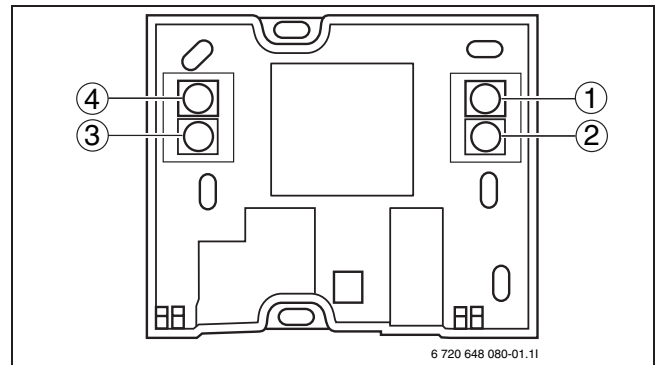
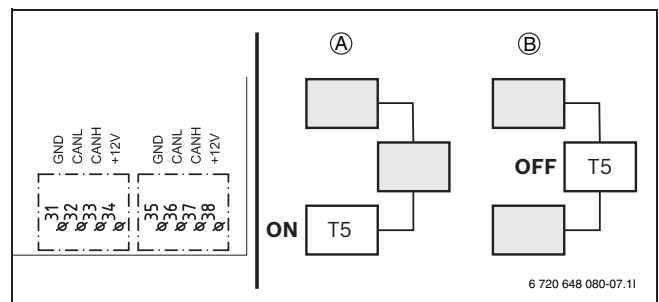

Bild 2 Anslutningar
Bild 4 Terminering CANbus LCD
- ▶ Kontrollera att de fyra kablarna är anslutna på kontakter enligt (→ Bild 2).
- ▶ Var noga med att ansluta rumsgivaren på korrekt sätt så att +12V, CANH, CANL och GND enligt (→ Bild 2) kopplas till motsvarande anslutningar ([31-34] eller [35-38]) på kretskortet (→ Bild 4). Se elschema Externa anslutningar i värmepumpens installationshandbok.